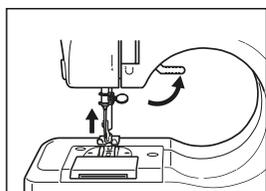

Fig.7
2. Levante el elevador del prensatelas y coloque la tela que desea coser debajo del prensatelas (fig. 7).